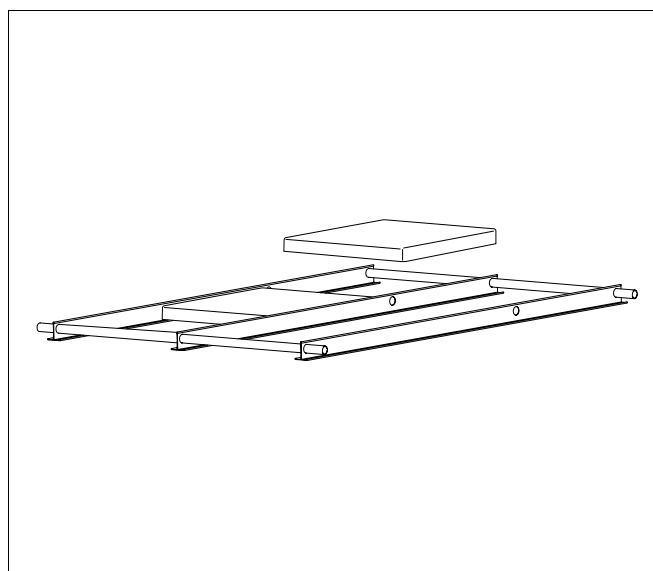

Abb. 27 Grundrahmen mit Betonplatten stabilisieren
- Stabilisieren Sie den Grundrahmen, indem Sie eine handelsübliche Betonplatte (Abb. 27) auf die Schenkel der T-Profile legen. Füllen Sie die restlichen Betonplatten erst nach Abschluss der Montage der Flachdachständer auf (siehe Kapitel 6.4 „Flachdachständer stabilisieren“, Seite 28).